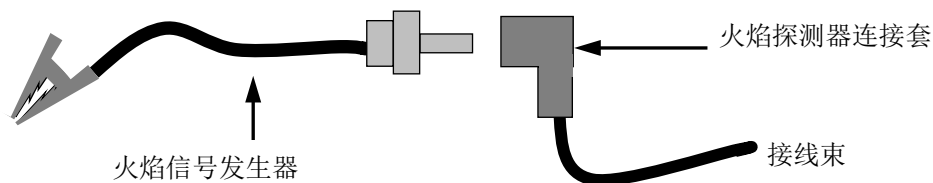

图 6-4: 连接火焰信号发生器
- (b) 按三 (3) 次 **BACK**（返回）按钮返回到上级菜单。
- (c) 当控制器进入点火阶段时，控制面板将显示 **IGNITION TRIAL**（点火试验）。此时将鳄鱼夹（参见图 6-4）连接到任何裸露的金属表面或接地。C-More 显示屏此时应会显示 **FLAME PROVEN**（火焰已确认），并且点火率开始向 100% 上升。请注意，锅炉中此时没有燃气或火焰。